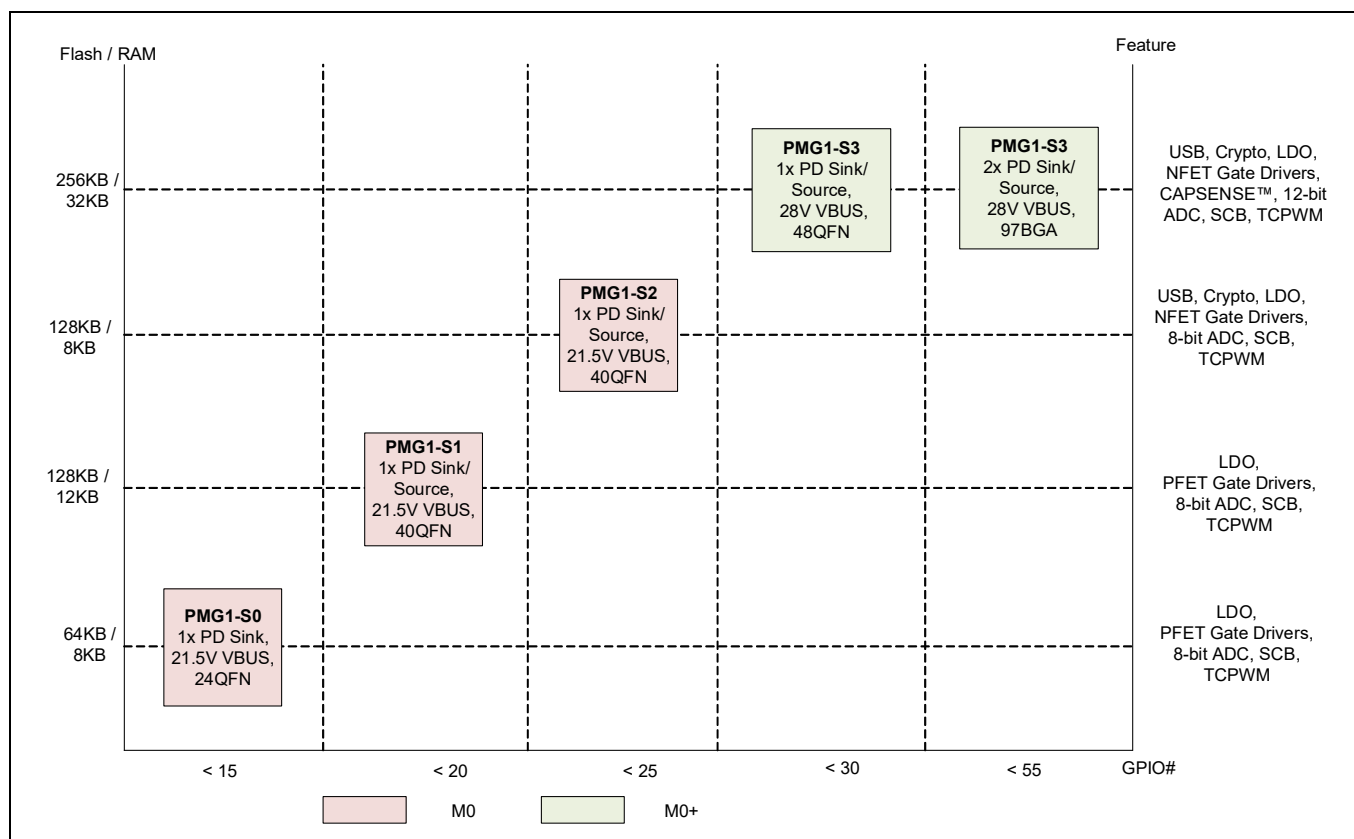

Figure 1 PMG1 ファミリー セグメンテーション
EZ-PD™ PMG1 (第 1 世代パワー デリバリー マイクロコントローラー) は、高電圧の USB-C パワー デリバリー (PD) マイクロコントローラー (MCU) のファミリーです。これらのチップには、Arm® Cortex®-M0/M0+ CPU、USB-C PD コントローラー、およびアナログとデジタル ペリフェラルが搭載されます。EZ-PD™ PMG1 は、高電圧 USB-C PD ポートとの間で電力を供給 / 消費し、マイクロコントローラーを活用して追加の制御機能を提供する組み込みシステムを対象としています。Figure 1 に、EZ-PD™ PMG1 ファミリのセグメンテーションを示します。